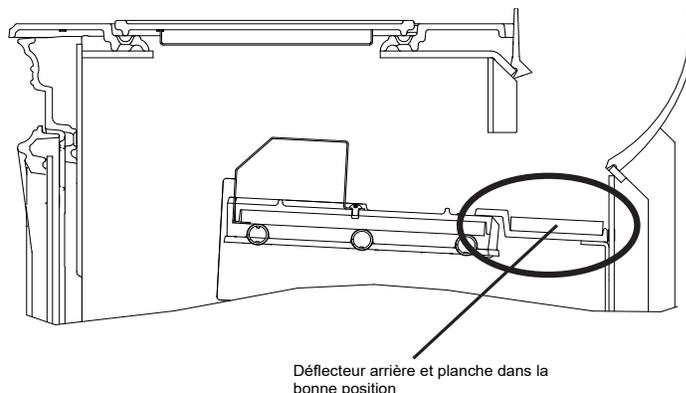

Figure 13.1
1. Vérifiez que le déflecteur est correctement positionné (Figure 13.1).